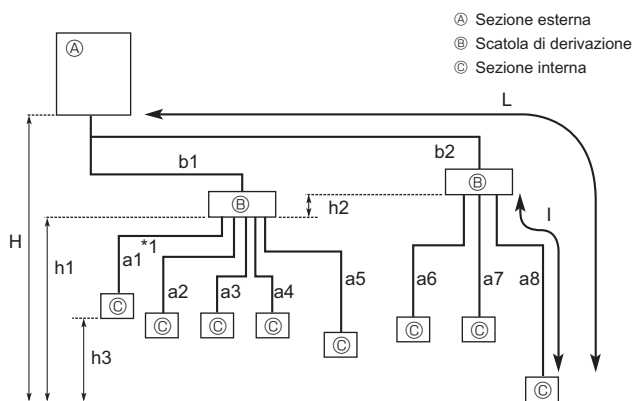

Fig. 5-1
5.2. Differenza lunghezza tubo e altezza (Fig. 5-1) Collegamenti a cartella